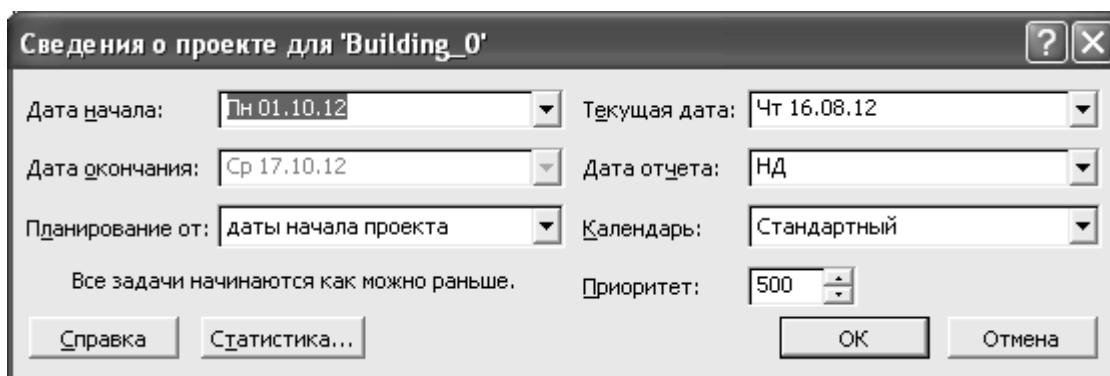

Рисунок 2.2 - Введення дати початку робіт за проектом
2. У вікні діалогу, зображеному на рис. 2.2. ввести дату початку робіт із проекту, наприклад, 01.10.12.